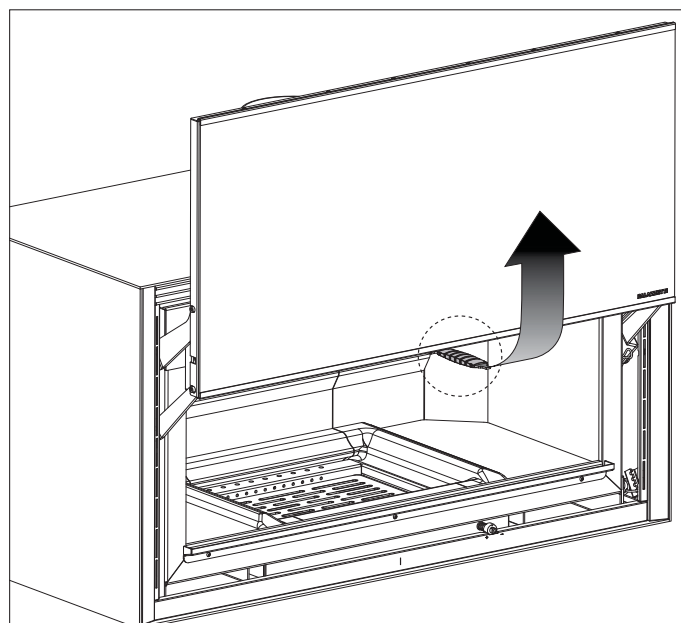

fig. 6.2
- Die Tür der Feuerung öffnen, indem der mitgelieferte Schlüssel in den mittlere Öffnungshaken (Abb. 6.2) gesteckt und die Tür zum Körper hin gezogen wird. Achtung! Bei einem System, das mit einer Feder ausgestattet ist, wird die Tür automatisch hoch gezogen.